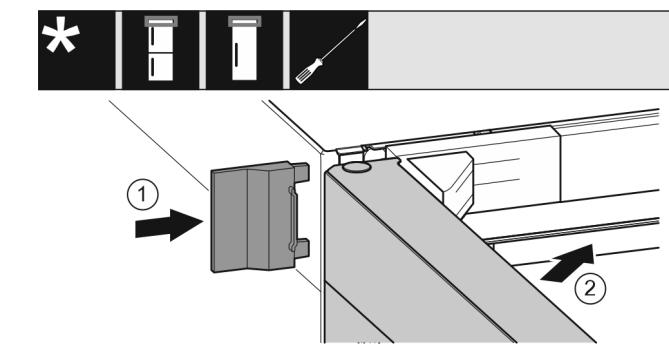

Fig. 21
- ▶ Θέτήστε το εξωτερικό κάλυμμα. Fig. 21 (1)
► Κλείστε την επάνω πόρτα. *Fig. 21 (2)*